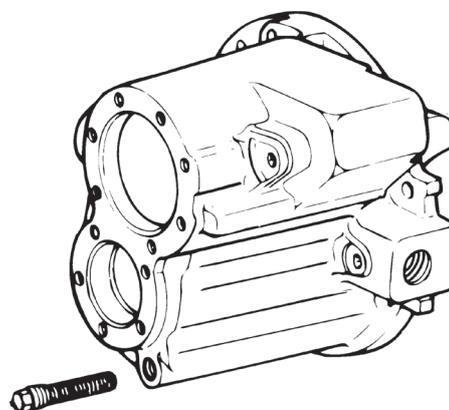

Figura 3.37
11. Remova o conjunto do bujão e filtro de tela do óleo da linha de sucção na frente da caixa do conjunto do diferencial. Figura 3.37.